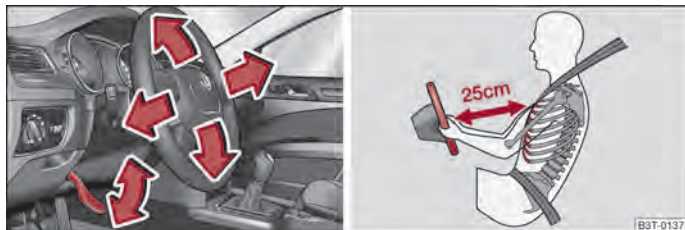

Fig. 114 Volante regulable: Palanca debajo del volante/distancia segura desde el volante
- Gire la palanca situada debajo del volante hacia abajo ⇒ fig. 114 - lado izquierdo ⇒ ⚠.
- El conductor se ha de mantener a una distancia mínima de 25 cm del volante ⇒ fig. 114 - lado derecho. Si no respeta la distancia mínima, el sistema de airbag no podrá protegerle - ¡Peligro de muerte!